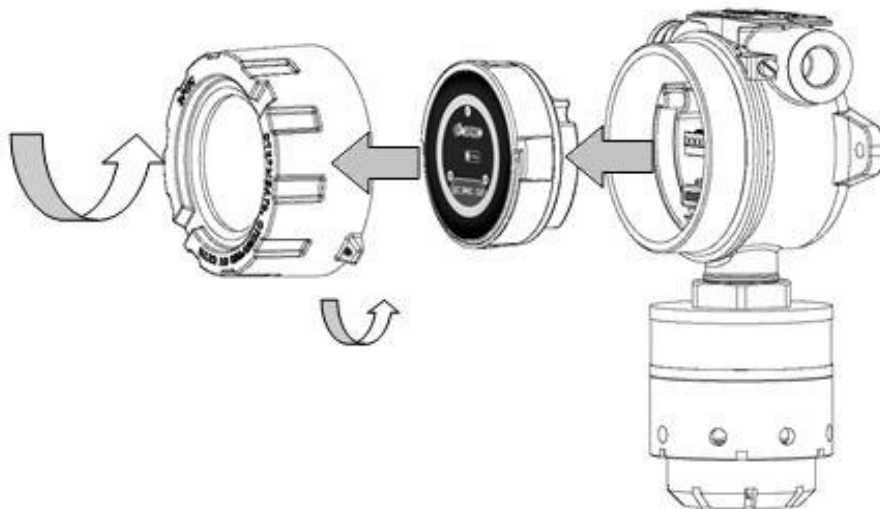

Рисунок 26- Схема разбора газоанализатора
1) Открутить стопорный винт на верхней крышке газоанализатора (рис. 26). Открутить крышку по резьбе. Снять электронный модуль с разъемов, потянув его горизонтально за полукруглую ручку "дугу" (не делая вращательного движения).